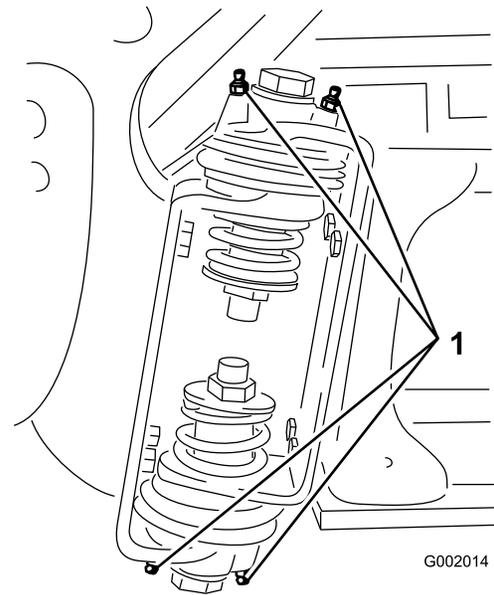

Figura 69
2. Bombear grasa en el cojinete o casquillo de cada punto de engrase (Figura 69).